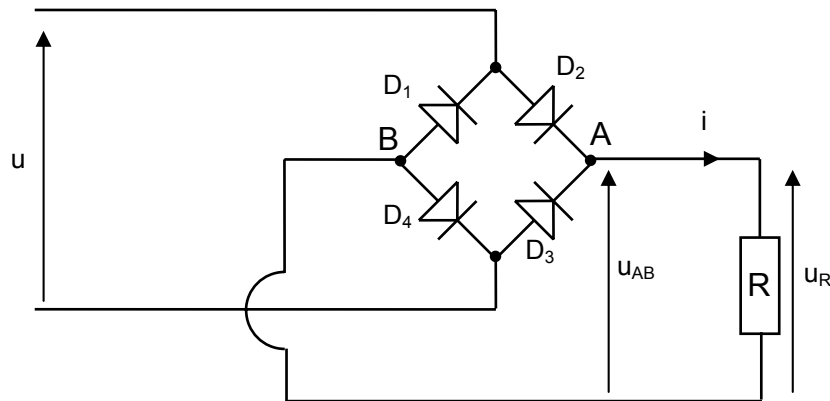

Figure 54
11. On considère la Figure 54 dans laquelle les diodes sont supposées parfaites. Le pont est alimenté par une tension alternative sinusoïdale :  $u(t) = 48 \cdot \sin(\omega t)$